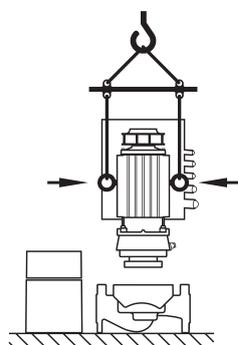

Fig. 8: Транспортировка съемного блока
- При необходимости, например, в случае ремонта, проушины можно перенести с фланца на корпус мотора (см. напр., рис. 8). Перед монтажом транспортировочных проушин на корпусе мотора необходимо вывернуть проставки из отверстий для транспортировочных проушин (рис. 6, поз. 20b) (см. главу 10.2.1 «Замена скользящего торцевого уплотнения» на стр. 216).
- Транспортировочные проушины, перенесенные с фланца мотора на корпус мотора, разрешается использовать только для перемещения/транспортировки съемного блока (рис. 8), но не всего насоса. Использование проушин для отделения съемного блока от корпуса насоса запрещено.